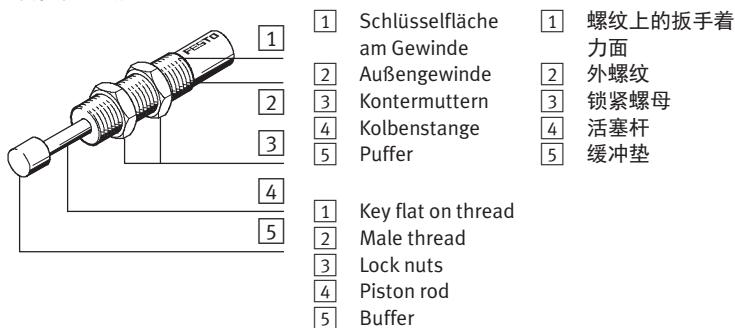

Fig. 1
- Die Masse trifft möglichst axial auf den Puffer [5] (→ Fig. 1),
- Drehen Sie die Kontermuttern [3] (→ Fig. 1) fest, gemäß der gewählten Befestigungsart. Dabei ist das folgende Anziehdrehmoment einzuhalten: